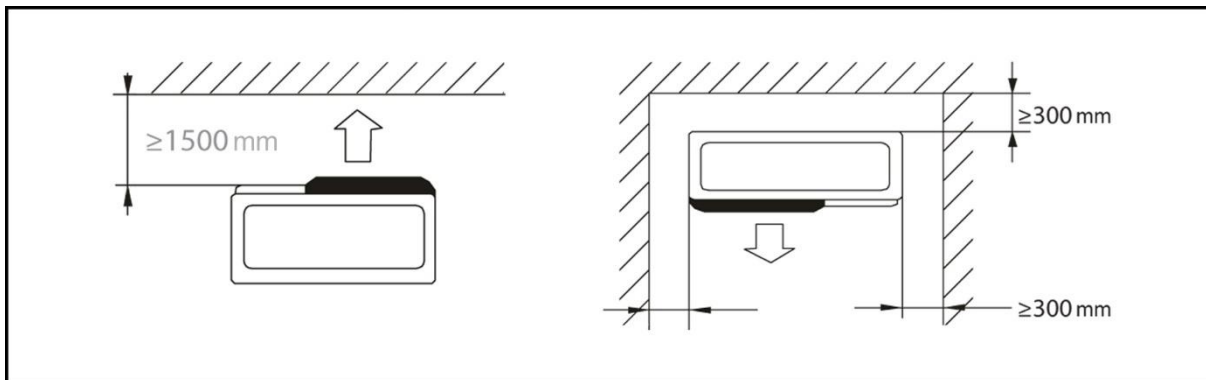

Fig. 3
- Deje un espacio libre de al menos 30 cm en los laterales y la parte trasera de la bomba de calor (fig. 3).